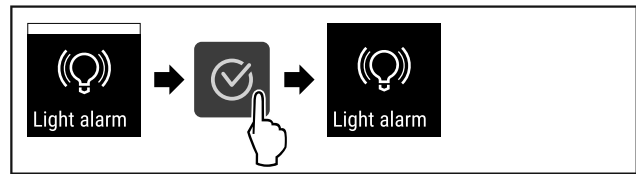

Fig. 103
- ▶ Végezze el a gyakorlati lépéseket (lásd Fig. 103) .